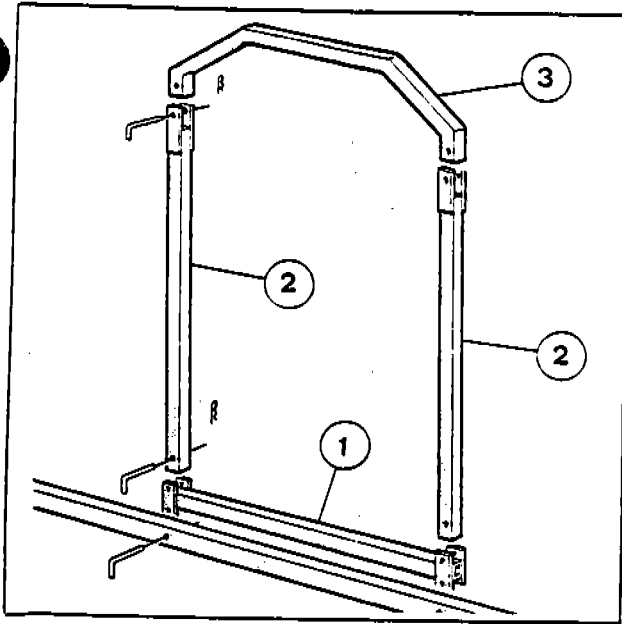

Fig. 22
b) For the bridge structure (Fig. 22):
- 1) Insert the horizontal support (1) and stop it with pins and safety clips.
- 2) Insert the columns (2) on the support (1) and secure them with pins and clips.
- 3) Insert the upper rail support (3) on the columns (2) and secure it with pins and safety clips.
b) Per le gambe con doppio percorso galleria (Fig. 22), controllando sempre le sigle riportate sulle estremità, procedere come sotto-descritto.
- 1) Inserire il traverso/gamba (1) e fermarlo in posizione con relative spine e copiglie.
- 2) Inserire le prolunghe (2) sulla traversa/gamba (1) e fermarla in posizione con relative spine e copiglie.
- 3) Inserire la traversa superiore (3) nelle prolunghe (2) e fermarla in posizione con relative spine copiglie.